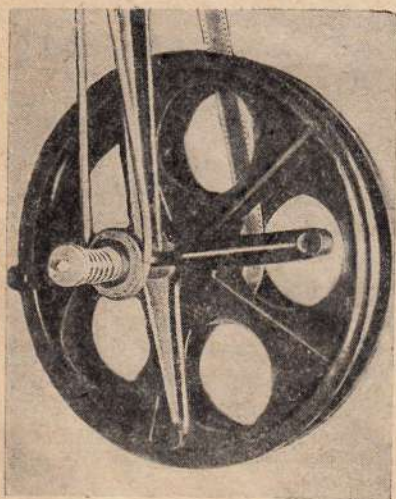

Рис. 1
1. Мягкое сцепление (кожаным, резиновым или пружинным пассом), являющееся весьма распространенным в проекторах ГОЗ, ТОМП, «Гекорд», УП-2 и др. (см. рис. 1).